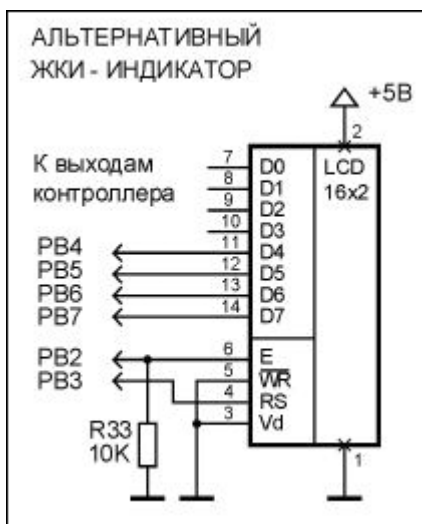

Рис.6. Альтернативный ЖКИ - индикатор.
4. В качестве альтернативного устройства индикации теперь можно использовать двухстрочный шестнадцатисимвольный ЖКИ. Этот режим включается при замыкании переключателя S3. В этом случае сигнальные выводы ЖКИ подключаются согласно схеме вместо светодиодов. Также на модуль ЖКИ необходимо подать напряжение +5 В и подключить “земляной” провод. Резистор R33 монтируется непосредственно на контактах модуля ЖКИ (рис.6).